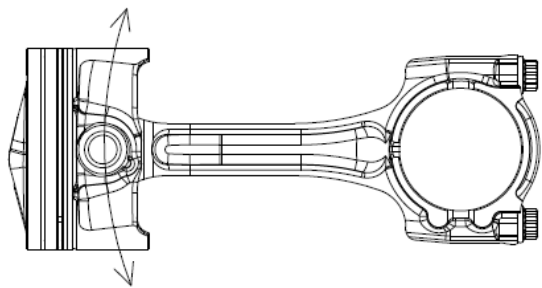
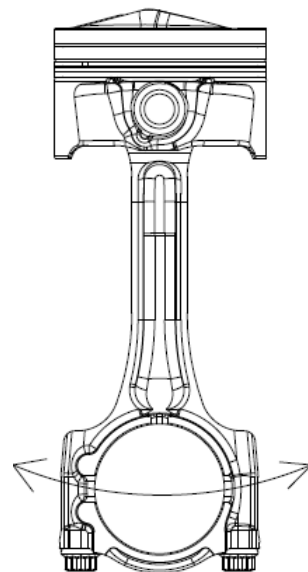

图 C-6 检查-活塞沿箭头方向能够自由摆动
图 C-7 检查-连杆沿箭头方向能够自由摆动
- 5)、装配完成后, 活塞 ⑱ 和连杆总成 ⑰ 之间应能自由转动, 具体检查方法见图 C-6 和图 C-7。